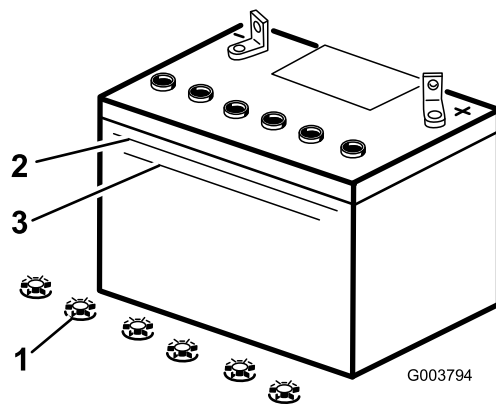

Figura 33
2. Mire hacia el lateral de la batería. El electrolito debe llegar a la línea superior (Figura 33). No permita que el electrolito esté por debajo de la línea inferior (Figura 33).
3. Retire los tapon de llenado de la batería (Figura 33).
4. Vierta lentamente agua destilada en cada célula de la batería hasta que el nivel de electrolito llegue a la línea superior (Figura 33) de la caja de la batería.
- Espera de cinco a diez minutos después de llenar las células de la batería. Añada agua destilada, si es necesario, hasta que el nivel de electrolito llegue a la línea superior (Figura 33) de la caja de la batería.